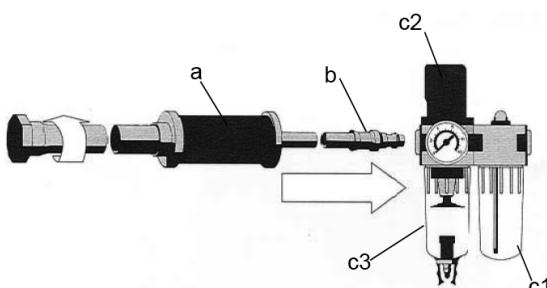

Fig. 1: regolazione dell'oliatore
- Collegare il raschietto al gruppo di manutenzione (c1 - c3) insieme al tubo flessibile (a) e all'innesto rapido (b) (vedi fig. 1).